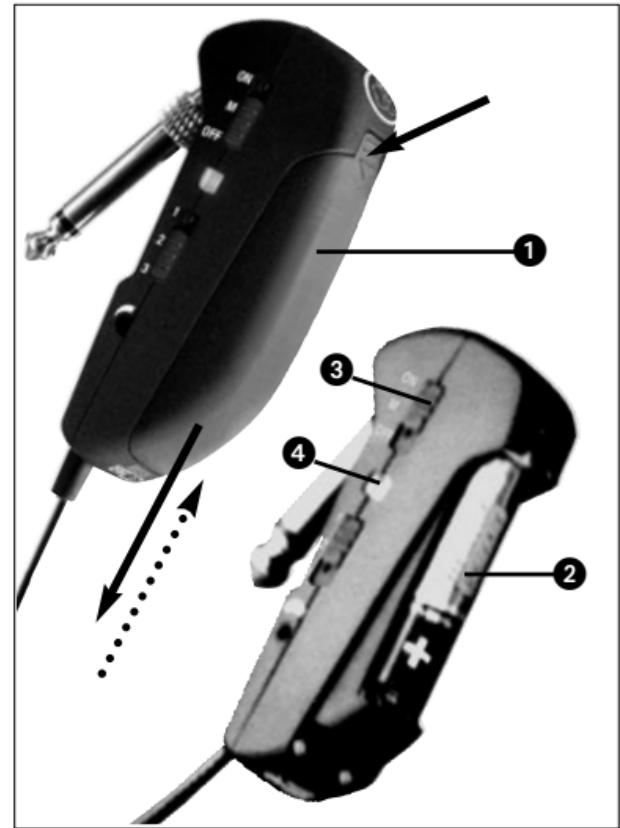

Fig. 2: Come inserire la batteria
#### **3.1 Inserire/sostituire e testare la batteria (vedi fig. 2)**
4. Inserite la batteria in dotazione o una nuova (2) nello scomparto batteria come indicato nella fig. 2.
5. Portate l'interruttore ON/MUTE/OFF (3) in posizione ON.